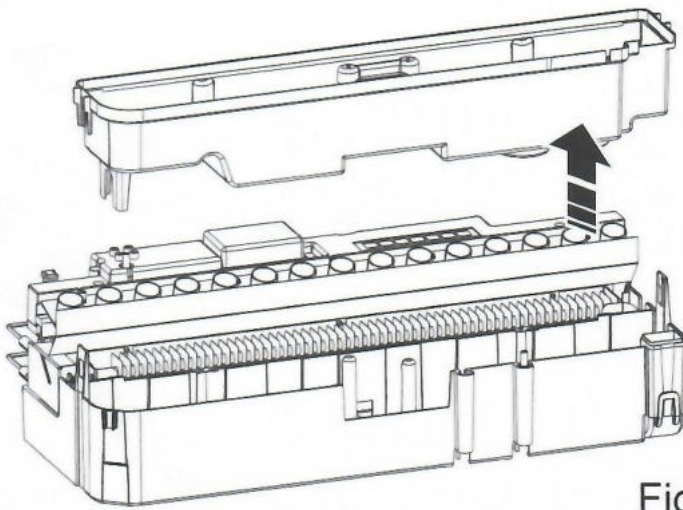

Fig 33
6. Heben Sie den Sumpf vorsichtig an (Abb. 25) und achten Sie darauf, dass sie waagerecht bleibt, damit kein Wasser verschüttet wird, Setzen Sie den Sumpf ein (Abb. 33).